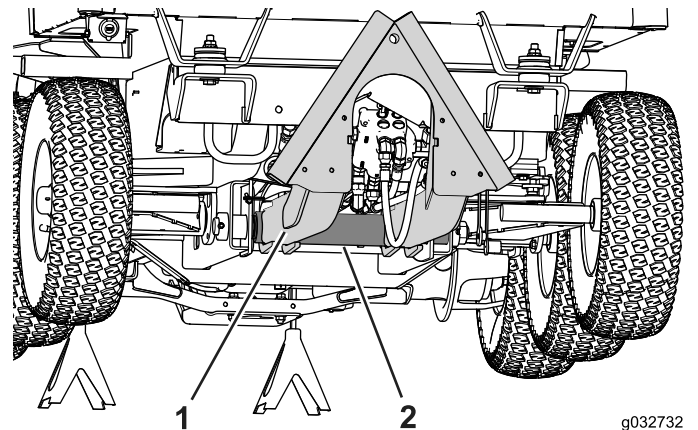

Bild 87
3. Ermitteln Sie den Drehpunkt für den Anbaugerätarm am Winterarm (Bild 87).